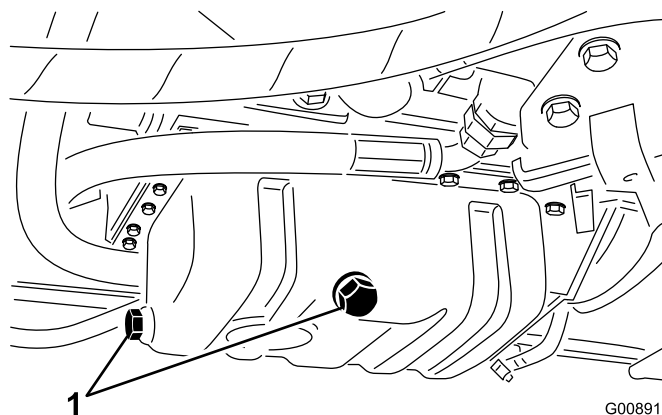

Figura 47
1. Retire cualquiera de los tapones de vaciado (Figura 47) y deje fluir el aceite en un recipiente apropiado. Cuando el aceite deje de fluir, coloque el tapón de vaciado.